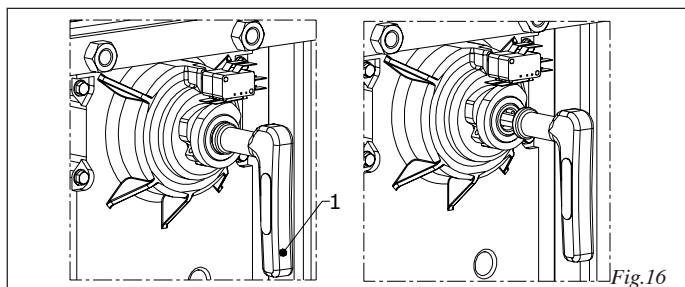

Fig.16
- Den Spezialschlüssel im Pfosten in die Entriegelungsöffnung (Abb. 16 - Bez. 1) einführen und im Gegenuhrzeigersinn einige Male bis zum mechanischen Anschlag drehen.